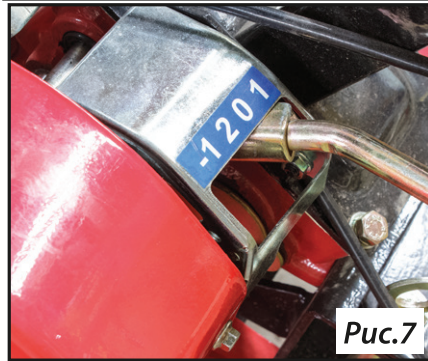

Рис.7
**Переключение передач.** Рычагом переключения передачи необходимо управлять в соответствии с установленным оборудованием и с условиями работ (рис.7).
Отпустите рычаг сцепления и переместите рычаг переключения передач в нейтральное положение (рис. 7, 11).